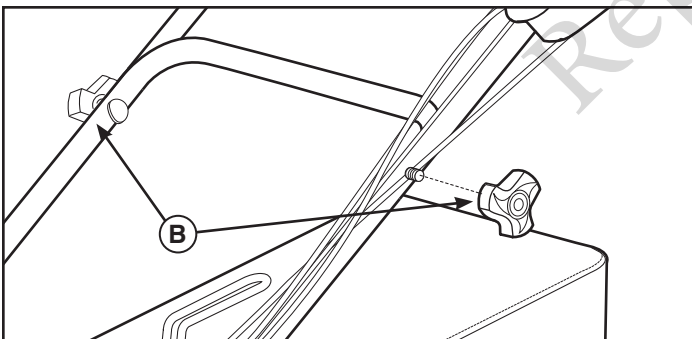

Figura 3
3. Quite la espuma protectora. Afloje las perillas del mango inferiores (**A**, Figura 3) que sujetan el mango superior al mango inferior.